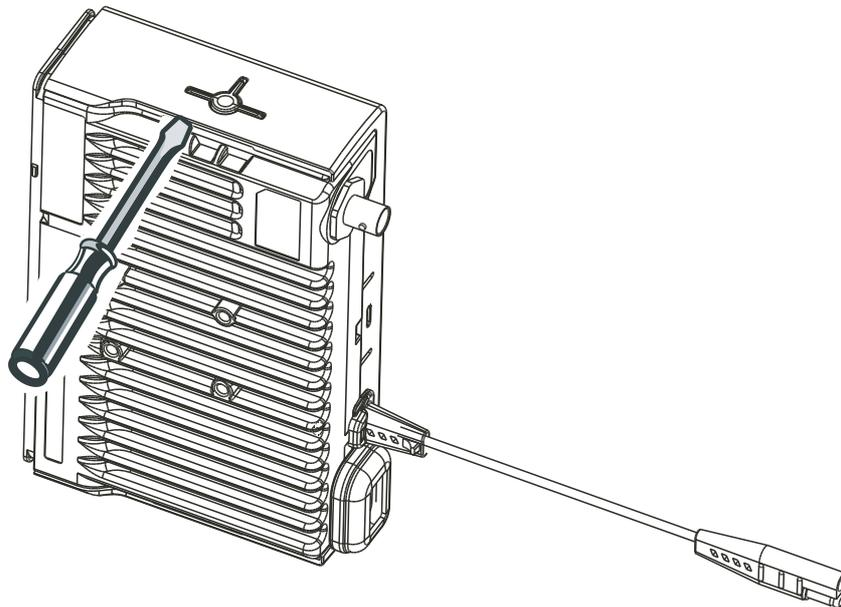

Рис. 2-4 Снятие верхней крышки (шасси в вертикальном положении).
1. Установите радиостанцию в вертикальное положение, как показано на Рис. 2-4.